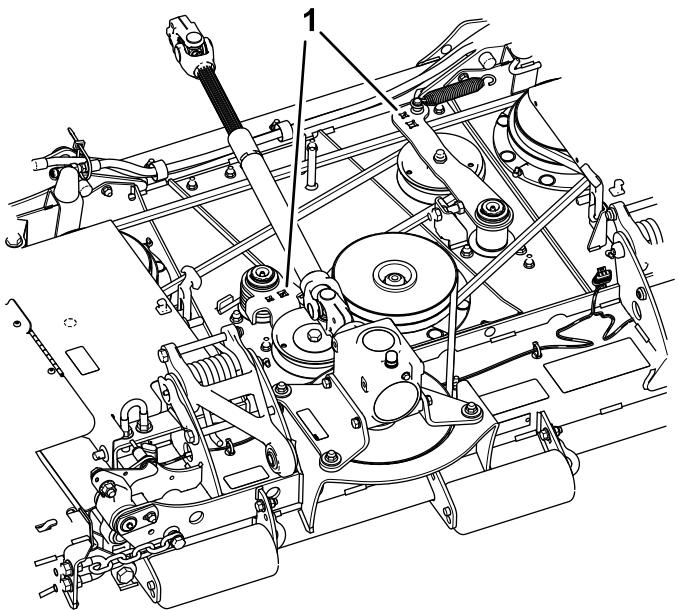

Figura 23
2. Utilizando uma chave nos furos do braço intermédio, afaste a polia intermédia da correia da transmissão para libertar a tensão da correia e permitir que esta saia das polias da caixa de velocidades (Figura 23).